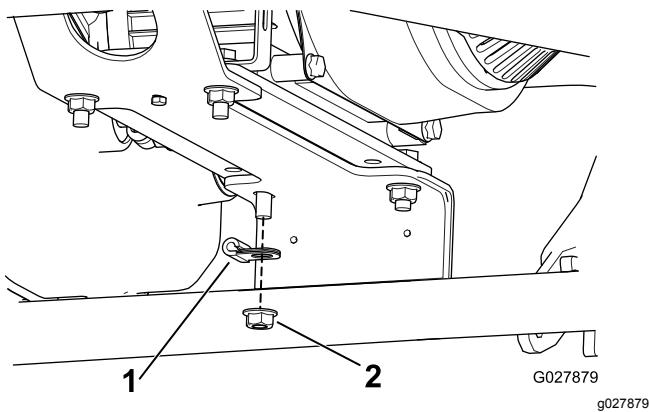

Figura 10
8. Sujete el cable de acelerador nuevo al punto de montaje derecho trasero del motor usando el clip de cable y el perno, la arandela y la tuerca existentes (Figura 10).